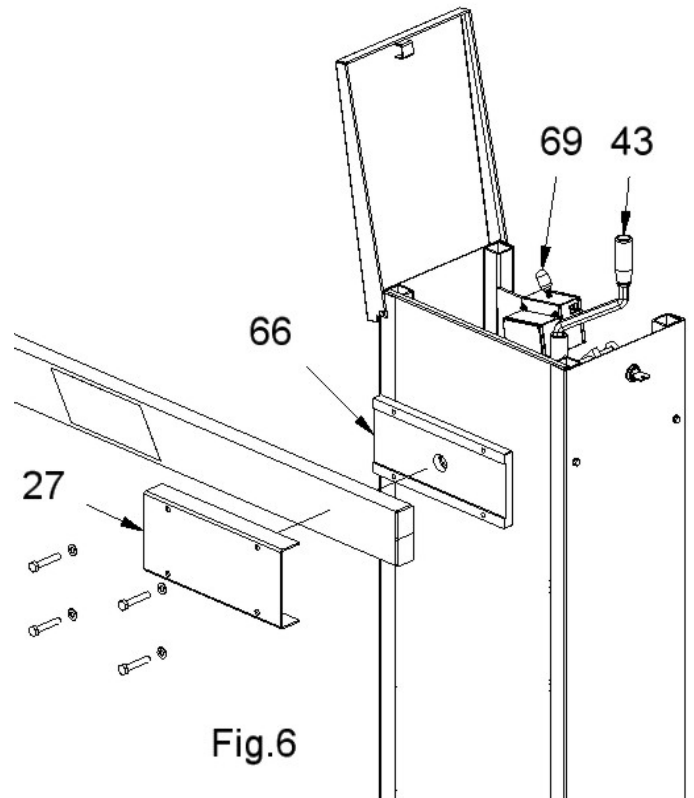
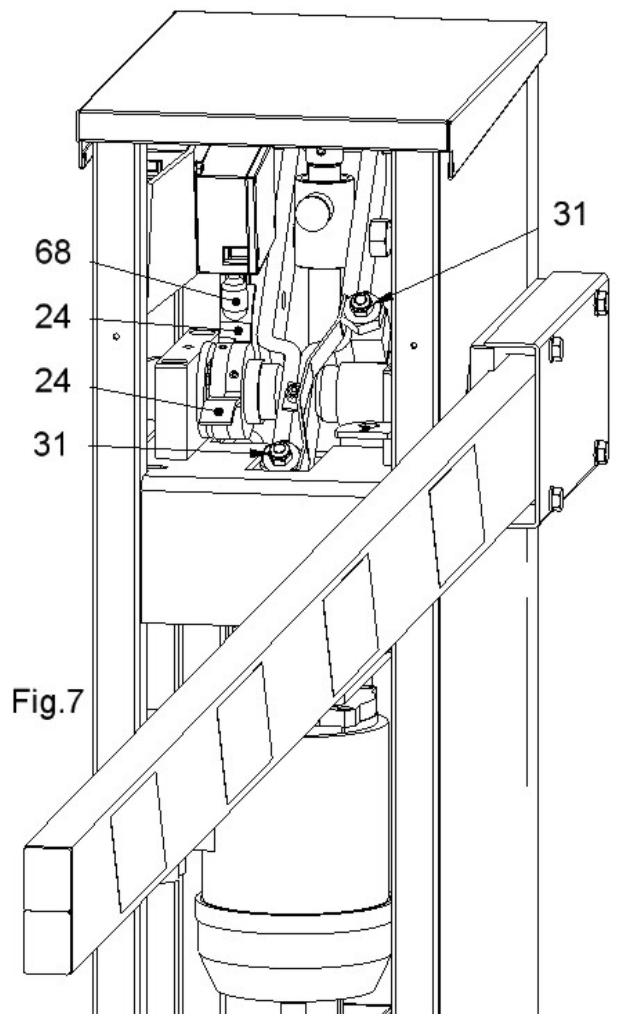

Fig.6
Fig.7
4.3) **I** Azionare manualmente la vite (pos.60 vedi cap.10 esploso componenti) con la maniglia (pos.43), finchè la ganascia porta asta (pos.66) è orizzontale. Bloccare l'asta sulla ganascia (pos.66) con il copri ganascia (pos.27) e le 4 viti M8 (fig.6). Manovrare manualmente con la maniglia (pos.43) la salita e la discesa dell'asta e verificare l'esatto intervento sia del finecorsa elettrico di salita/discesa (pos.68 vedi fig.7) sia degli arresti meccanici (pos.31 vedi fig.7) già preregistrati. Collegare la linea di alimentazione, le linee dei comandi e degli accessori alla centrale di comando (pos.134 vedi cap.10 esploso componenti) secondo le normative vigenti. Collegare a massa. Per i collegamenti elettrici alla centrale elettronica di comando e per eventuali programmazioni e/o regolazioni utilizzare le istruzioni di collegamento a corredo della stessa. Il finecorsa (pos.69) blocca il funzionamento elettrico a coperchio aperta
(GB) Release the barrier manually with the handle (43) until the boom-clamp (66) comes to the horizontal position. Fasten the boom on the clamp with the supplied cover (27) and the M8 screws (fig.6). Manually operate the barrier up and down by the release handle and check that the pre-adjusted mechanical stops (31) grant the perfect horizontal and vertical alignment (fig. 7). Make sure that the electric limit-switch (68) is correctly activated both in opening and closing. Wire the main power, controls and accessories to the control panel (134). Make sure that all the electrical wirings comply with current UE regulations and national standards required. Provide the installation with a safety ground connection. For the electrical wirings, please refer to the dedicate instructions of the control panel.
(F) Déverrouillez manuellement la barrière avec la manivelle (43) jusqu'à ce que l'étau de la lisse (66) soit en position horizontale. Fixez la lisse à l'étau à l'aide de sa patte de couverture (27) et des vis M8 (fig.6). Manœuvrez manuellement la barrière dans les deux directions et vérifiez le fonctionnement correct soit des fins de course électriques (68) soit des fins de course mécaniques (31) pour un alignement parfait de lisse en ouverture ainsi que en fermeture (fig. 7).
4.4) **(I)** L'eventuale regolazione del finecorsa elettrico (pos.68) di salita/discesa si effettua agendo sulle 2 camme (pos.24) poste sull'albero di manovra che vanno ad intercettare il finecorsa nei 2 sensi di marcia. Il finecorsa elettrico di salita /discesa deve attivarsi un attimo prima che l'arresto meccanico (pos.31) intervenga (fig. 7).
(GB) In case any adjustment of the electrical limit-switches is needed, move the two cams (24) on the shaft accordingly. Set the electrical limit-switches (fig. 7) so that the boom stops just before reaching the mechanical stops (31).
(F) Pour régler éventuellement les fins de course électriques (68) agissez sur le deux cammes (24) positionnées sur l'arbre de manœuvre. Réglez les fins de course soit en ouverture soit en fermeture de manière que la lisse s'arrête juste avant le fin de course mécanique (31) (fig.7).
Smontare la ganascia porta asta (pos.66 fig.6) fissata all'albero di manovra e riposizionarla sul lato opposto dell'albero di manovra previo smontaggio del tappo in plastica di colore nero che andrà a chiudere il foro lasciato libero sul lato opposto. Attenzione il serraggio della vite a brugola che fissa la ganascia all'albero di manovra deve rispettare i valori riportati sulla targa adesiva presente sulla ganascia (vedi fig. 8).